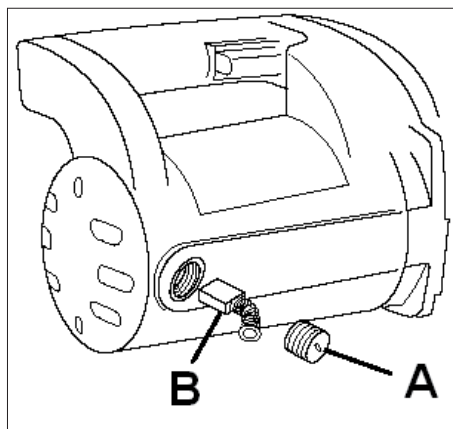

Рис. 11
- Відкрутіть ковпачок щітки (А, Рис. 11).